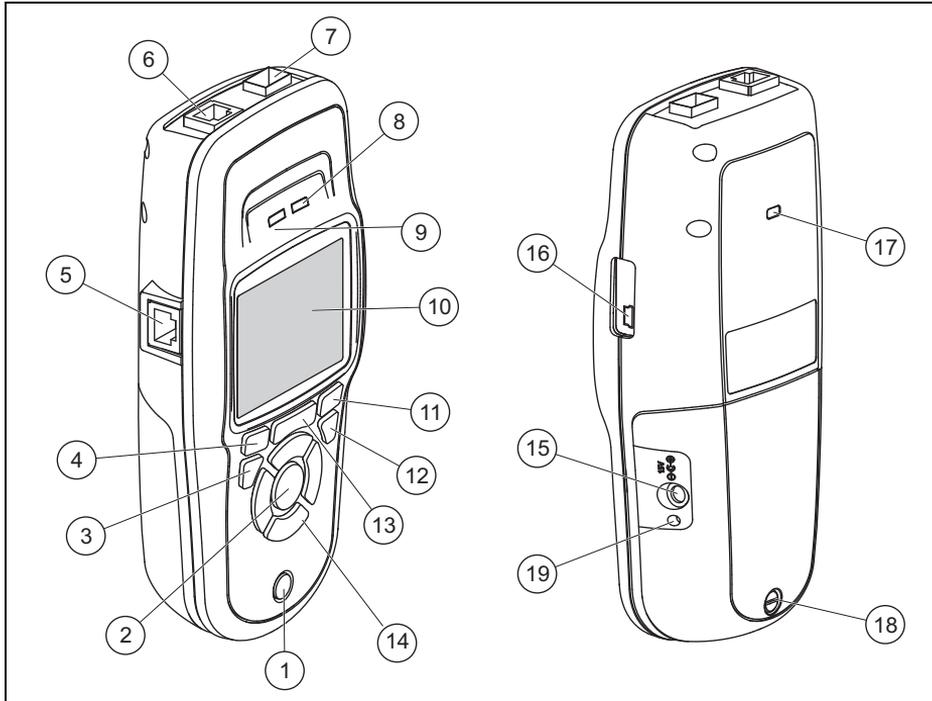

Abbildung 1. Äußere Merkmale von LinkRunner AT
Um den Lithium-Ionen-Akku aufzuladen, das Netzteil an den Akkuanschluss (s. **Abbildung 1** Nummer ⑮) anschließen. Der Tester kann während des Aufladens des Akkus verwendet werden.